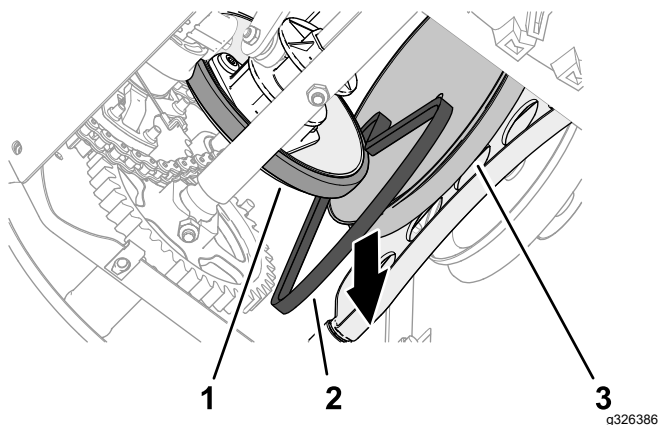

Figura 48
7. Fate scorrere la cinghia di trazione tra la ruota di frizione e la puleggia di trazione e rimuovete la cinghia dalla macchina (Figura 48).